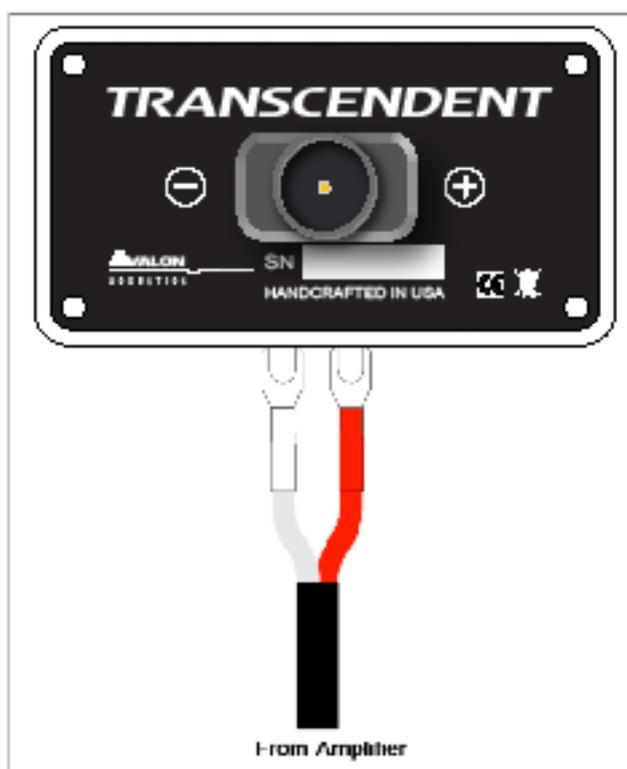

図 5.1 スピーカーとアンプをスタンダード(シングル)ワイヤリングで接続したところを、下から見た場合。プラス / マイナス極が正しくつながれているかを、確かめてください。
2. スピーカーケーブルをスピーカーの背面にあるターミナルブロックに接続します。(図 5.1 参照) プラス / マイナス極が正しくつながれていることを、確かめてください。